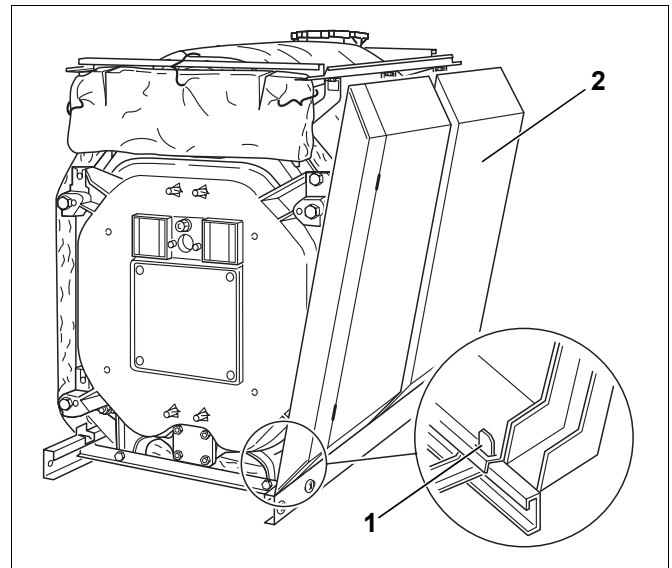

Fig. 50 Aggancio degli elementi della parete laterale
- Agganciare le pareti laterali anteriori (fig. 50, [2]) a sinistra e a destra in basso, nelle linguette curvate delle guide di zoccolo (fig. 50, [1]), quindi spingere in alto sulla piegatura delle guide longitudinali.